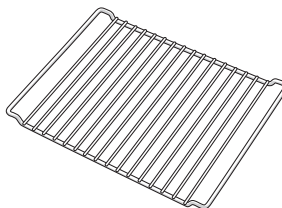

Fig. 3
1. Rimuovere le griglie porta accessori laterali (Fig. 3).
### **Griglia (Fig. 3)**